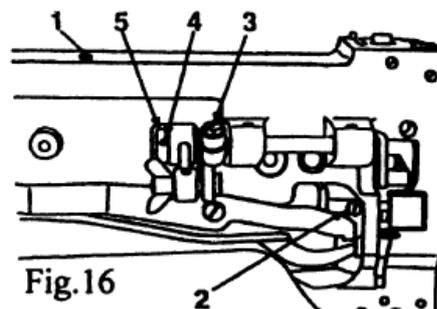

Fig.16
Dévisser la vis (1. Fig. 16), lever le levier de la barre du presseur, et dévisser le jeu de vis (2. Fig. 16), déplacer le pied vers le haut ou le bas comme souhaité pour obtenir le réglage correct et revisser les vis.
Descendre le levier de relevage du pied, maintenir le pied entraîneur et dévisser la vis (3. Fig. 16) et déplacer le pied vers le haut ou bas comme souhaité. Après réglage de la position, serrer la vis.
19. Temporisation du mouvement alternatif du pied presseur (Fig.16)
La temporisation normal lorsque on tourne le volant vers soi, après avoir descendu le levier du pied presseur, le pied entraîneur doit atteindre la griffe avant le chas de l'aiguille, et lorsque l'aiguille bascule vers son mouvement haut le pied entraîneur doit quitter le contact avec la griffe après que le chas de l'aiguille soit sortie de la griffe. Ceci pour que le pied entraîneur maintienne la matière pendant que l'aiguille la traverse et éviter ainsi des points irréguliers. Pour effectuer le réglage, mettre l'élévation du pied sur une valeur moyenne, dévisser les deux vis (4, Fig. 16) et régler la position de la came vers l'avant ou l'arrière comme souhaité et serrer les vis.